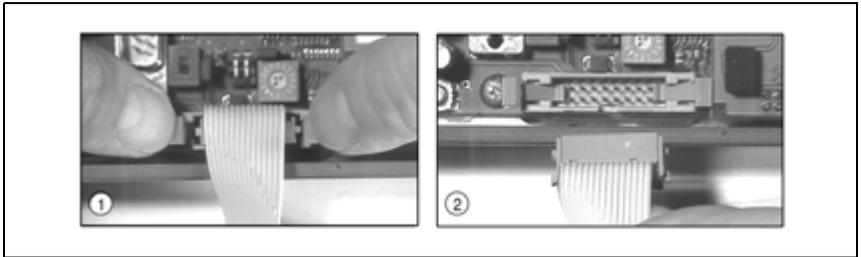

Bild 6.10: Lösen des Flachbandkabels im MA 10
Die beiden Gehäusehälften sind jetzt nur noch über das Flachbandkabel miteinander verbunden. Sie können das Flachbandkabel auf der Elektronik-Leiterplatte zur besseren Zugänglichkeit auch wie in Bild 6.10 gezeigt lösen.
- ↘ Drücken Sie vorsichtig, wie in Bild 6.10 unter ① gezeigt, gleichzeitig die beiden Arretierungshebel des Flachbandkabel-Steckverbinders nach unten, um die Verbindung zu lösen.
Das Kabel ist nun frei (② in Bild 6.10), und Sie können die Gerätehälfte mit der Elektronik und den Anschlussklemmen zum unbehinderten Anschließen abnehmen.